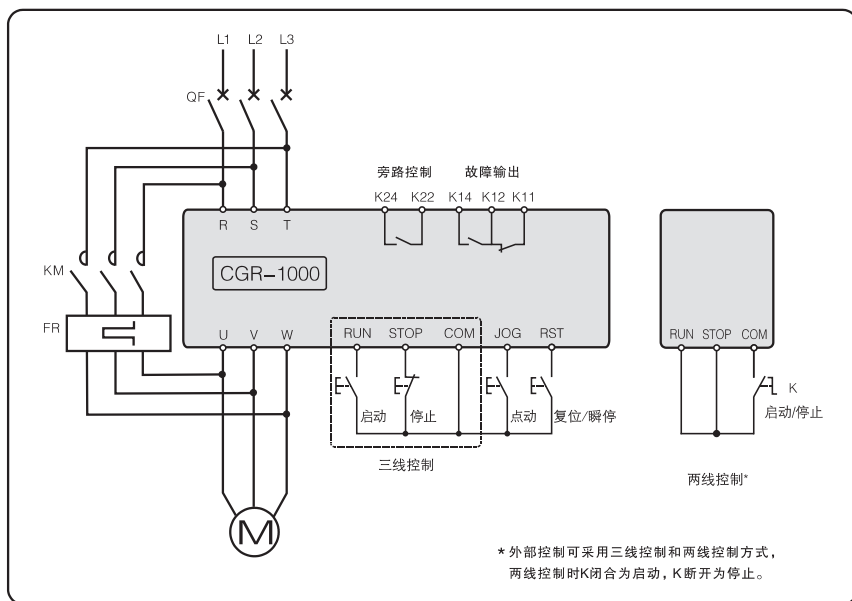

图 5-2
1. CGR1000系列软启动器在启动完成后，不具备在线运行功能。因此，使用时必须配接旁路接触器KM，详见图5-2。
2. CGR1000系列软启动器在启动完成，旁路接触器吸合后，仅具备输入电压缺相保护功能。因此，在使用时，电机侧必须加装热继电器或电机保护器来实现对电机的保护，详见图5-2。
2. CGR1000系列软启动器外部启动、停车控制有两种接线方式，即三线控制接线和两线控制接线，详见图5-2。
* 表示外控有两种接线方式，详见基本接线图5-2。
② 为保证电机的软启动效果，斜坡初始电压不可设置过高，一般情况下设置为25%~50%范围内。
③ 电压的百分比是指即时引入电网电压的百分比。
④ 电流的百分比是指当前额定电流的百分比。
⑤ 当启停控制方式被设置为3，而外控连接为两线控制方式时（详见第6页图5-2），键盘启动（键）和停止（键）无效。